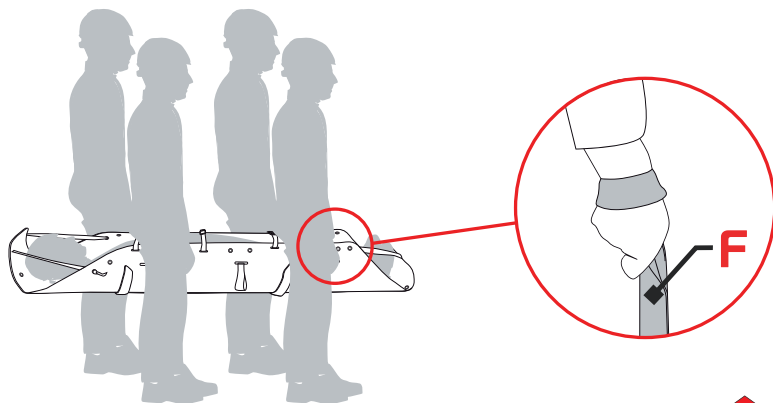
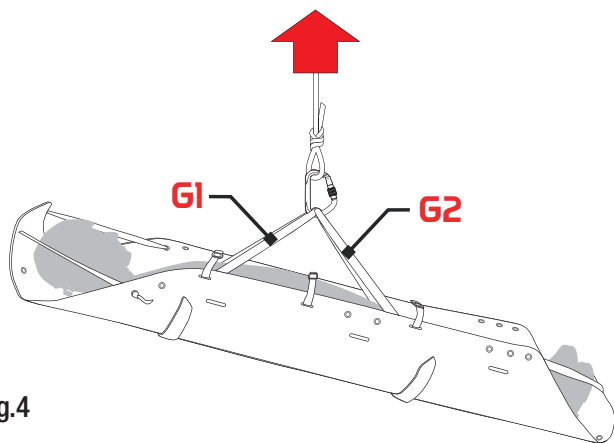
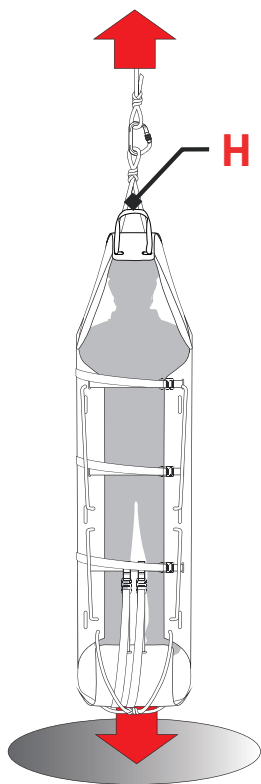

Fig.3
Fig.4
Fig.5
Trasporto mediante le maniglie (F) (fig. 3)	150 kg
Sollevamento e calata con dispositivi di salvataggio (fig. 4) con la sospendita (G)
Calate e recuperi nel vuoto (fig. 5) con la corda (H)
Sollevamento e calata con elicotteri (fig. 4) con la sospendita (G)	100 kg
Il telo “**ROLLY**” è adatto per sollevare e trasportare il paziente mediante le maniglie laterali (fig. 3), la sospensiva (fig. 4) e sollevarlo/calarlo o recuperarlo in verticale mediante la corda statica (fig. 5).